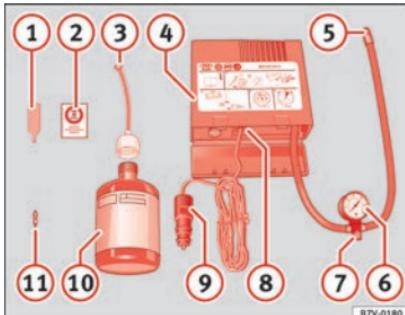

Fig. 97 Représentation standard : contenu du kit anticrevaison.
Le kit anticrevaison se trouve dans le coffre à bagages, sous le revêtement de plancher. Il inclut les composants suivants »» fig. 97 :
Revissez le tuyau de gonflage »» **fig. 97** ⑤ et vérifiez la pression du manomètre ⑥.